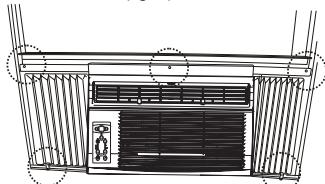

Fig.8
B. Vissez les vis de verrouillage de 3/4 po (19 mm) ou de 1/2 po (12,7 mm) dans les trous du cadre et dans l'ouvrant-coulissant (fig. 8).